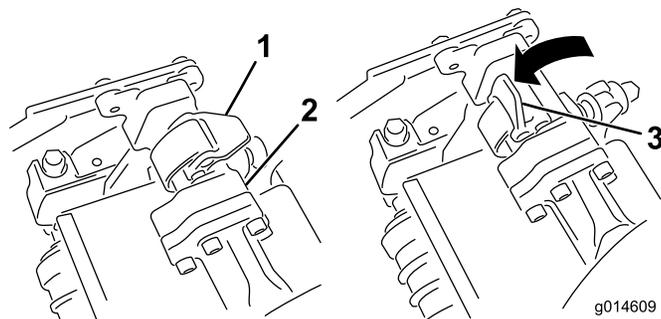
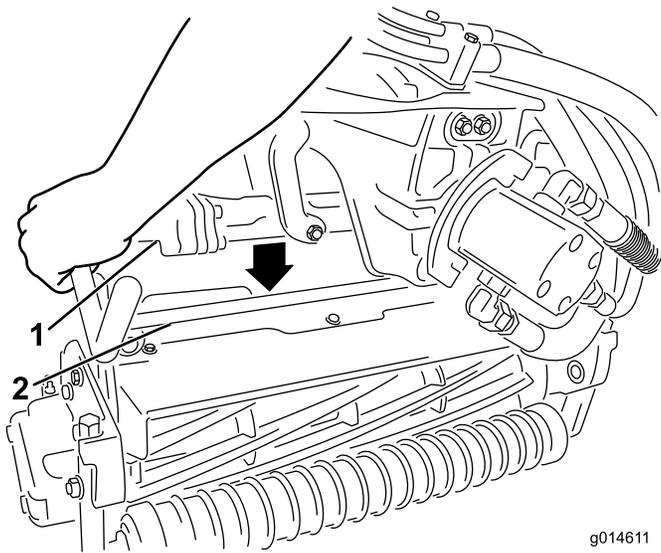

图 36
图37
4. 当悬挂臂杆上的门锁指向上方（即打开）时（图 36），向下压悬挂臂，使悬挂臂杆与滚刀组顶部的横杆相契合（图 37）。
5. 向下并绕着滚刀组横杆关闭闩锁，将它们锁定到位（图36）。
5. 打开您正在拆下的滚刀组悬挂臂上的门锁（图36）。